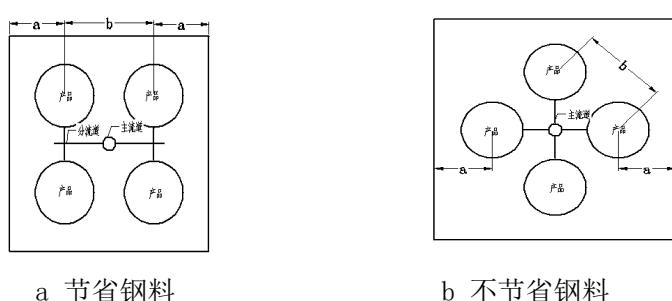

图 3 排布应节省钢料
4. 产品排布时，应考虑节省钢料。此处所说的节省钢料是要保证型芯零件强度的前提下节省钢料。如图 3 所示。